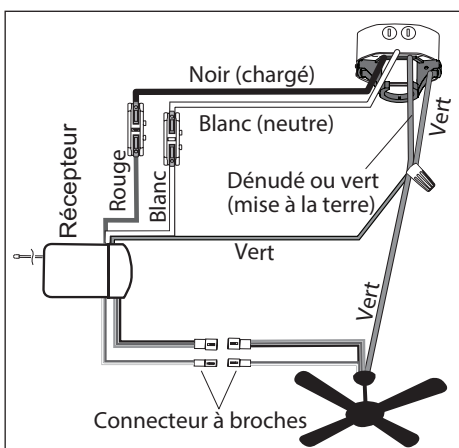

Figure 5.1
1. Effectuez les connexions de câbles suivantes conformément au schéma et aux étapes suivantes (Figure 5.1) :